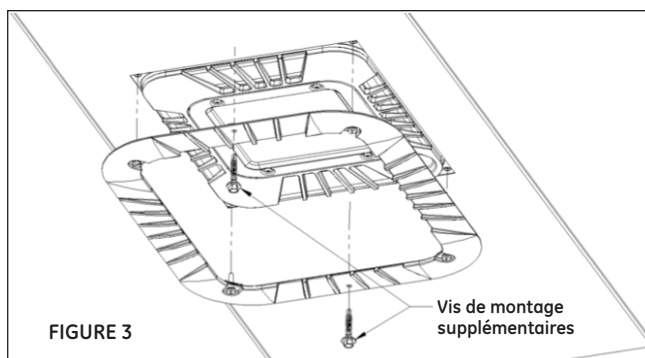

FIGURE 3
- C. Levez la luminaire vers la découpe rectangulaire. Passez les fils ou les câbles à travers le plafond. Veillez à ne pas coincer ni emprisonner les fils entre le luminaire et le plafond. Maintenez le luminaire sur le côté qu'il puisse passer dans la découpe rectangulaire, tournez-le vers le bas, et abaissez-le qu'il repose sur la surface supérieure du plafond. Positionnez le luminaire de manière à ce que le joint périphérique repose sur la surface supérieure du plafond tout autour du luminaire comme représenté à la figure 3.
- D. Prenez l'anneau décoratif et les vis rangées à l'étape B et montez l'anneau décoratif sur le luminaire. (Voir Fig. 3).
- E. Montez les vis supplémentaires fournies. Pour les vis de montage serrez à un couple de 30 in-lbs (ne pas serrer de trop ni n'arracher les vis). Si le matériau du plafond est de 22ga ou moins, une plaque support accessoire est conseillée. (Voir Fig. 3).